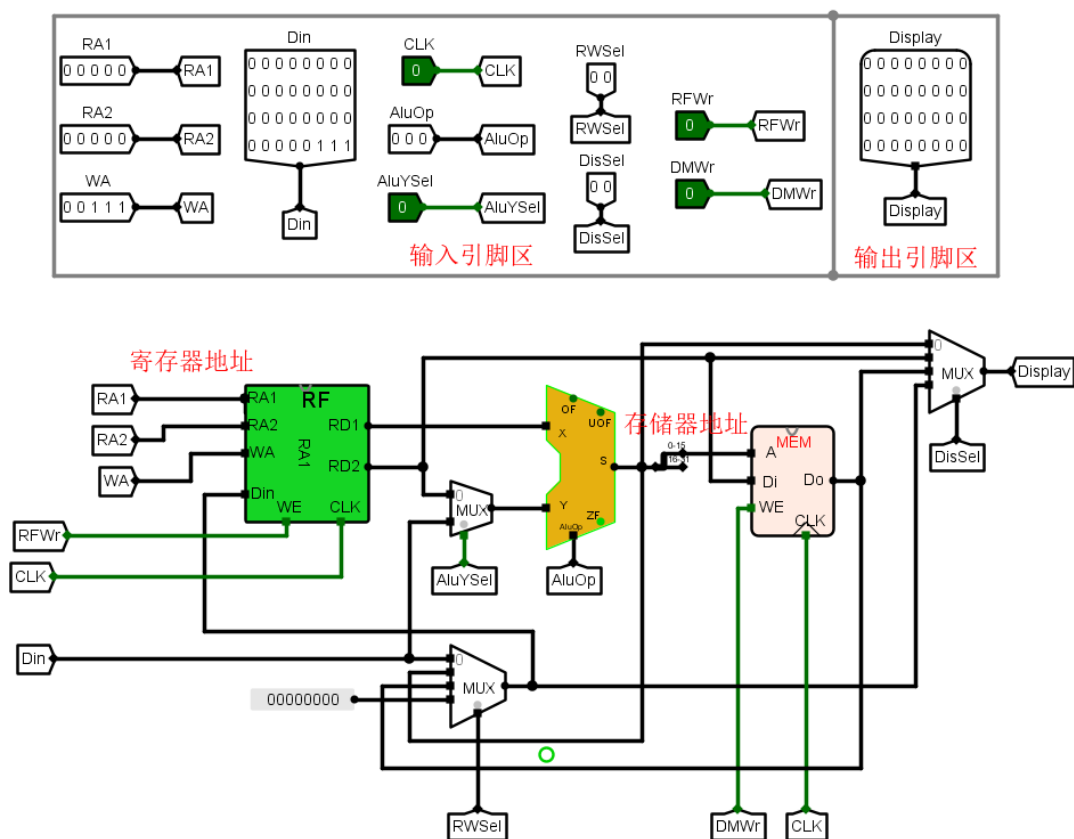

图 2-4 连接多个设备的数据通路图
将封装好的 RegFile（即 RF）、MEM、以及第一次实验实现的 ALU，按图 2-4 所示的数据通路连接起来。
(2) 分析图 2-4 所示的数据通路, 注意图中 3 个数据选择器的作用。
①将寄存器初始化为常数。
请分析在图 2-4 的数据通路中，如何实现 MEM 中 M[X]和 M[Y]的数据传输？